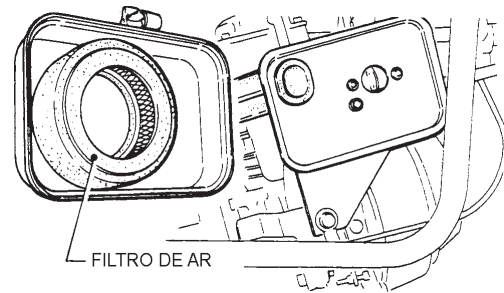

Figura 12. Filtro de Ar do Motor
- O filtro de ar (Figura 12) no lado do motor será dificilmente contaminado. Se isto ocorrer, porém, após limpar o elemento com querosene, mergulhe-o numa mistura de óleo consistindo de 3 partes de gasolina e 1 parte de óleo de motor. Em seguida comprima firmemente o elemento primário externo (esponja) e agite bem o elemento secundário interno antes de instalá-los.